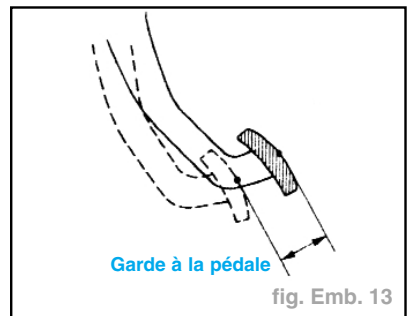

fig. Emb. 13
- Garde à la pédale : **5,0 - 15,0 mm** (fig. Emb. 13).